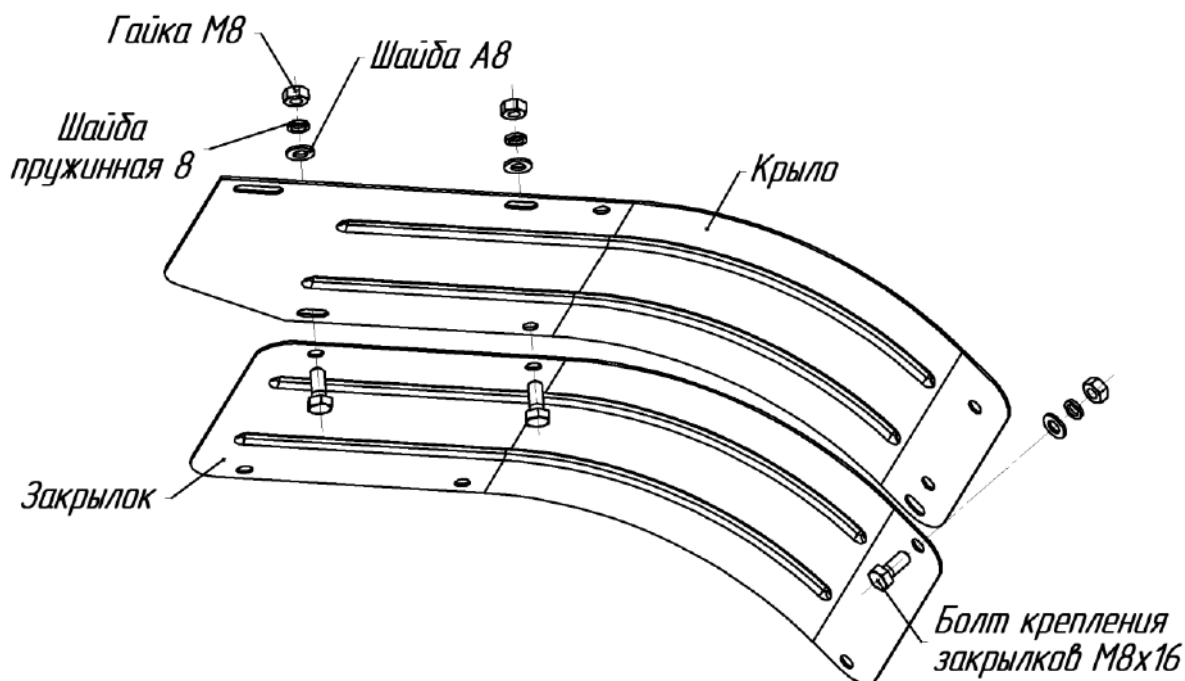

Рис.11 Схема крепления закрылков
22. При фрезеровании защитные устройства, закрылки и щитки должны быть установлены на соответствующие места и надежно закреплены с помощью исправного стандартного инструмента (рис.11).
10. При работе с фрезами-культиваторами необходимо установить закрылки (рис.11).